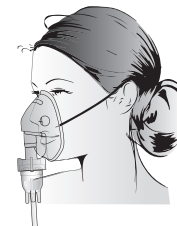

Рисунок 9
- Для проведения ингаляции сразу на все участки дыхательных путей используйте респираторные маски (рисунок 9).